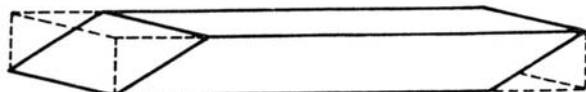
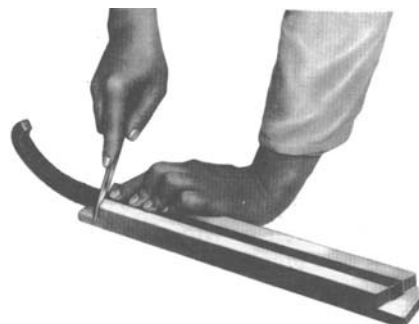

Figura 21 – Corte oblíquo da gaxeta
Figura 22 – Dispositivo para cortar anéis de gaxeta
- cortar novos anéis de gaxeta de preferência com extremidades oblíquas (vide Figura 21). Para facilidade deste corte pode ser usado um dispositivo de fácil confecção (Vide Figura 22).